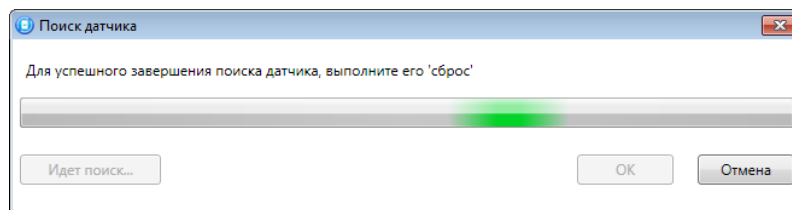

Рисунок 11.5 — Поиск радиоустройства
3. После нажатия кнопки *OK* начнется поиск радиоустройства контроллером (см. рисунок 11.5). Для того чтобы устройство было найдено контроллером, его следует перевести в режим связывания (выполнить «сброс»).